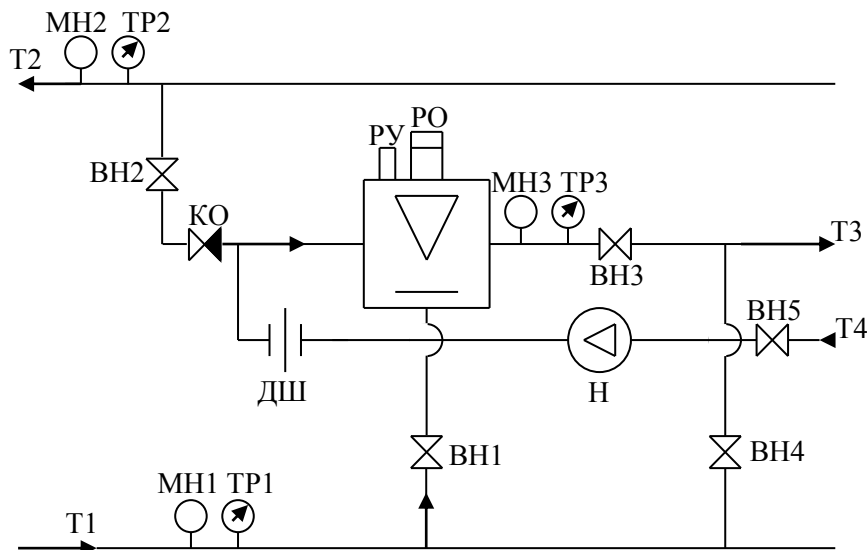

Рис. 4
5.4.2. В системах с открытым водоразбором при невозможности выполнения п.2.4. и высоких значениях коэффициента часовой неравномерности водопотребления рекомендуется установка регулятора по схеме на рис.4.